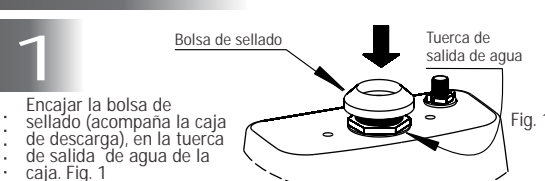

Fig. 1
**1** Encajar la bolsa de sellado (acompaña la caja de descarga), en la tuerca de salida de agua de la caja. Fig. 1